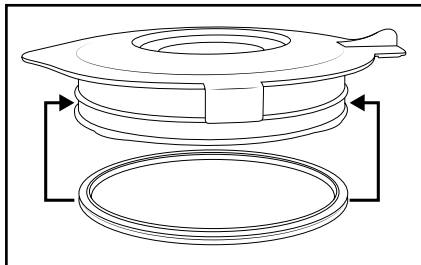

Fig. 3
- Rengør påfyldningslåget **1** og låget **2** i en mild sæbeblanding. Ved rengøring med hånden kan du fjerne gummipakningen **4**. Sørg for, at gummipakningen **4** sidder rigtigt, før du bruger låget **2** igen (fig. 3).